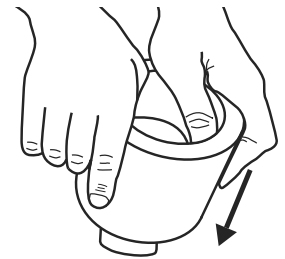

Figure 4
4. Installez le rouleau de ruban adhésif sur le mandrin. (Voir Figure 4)